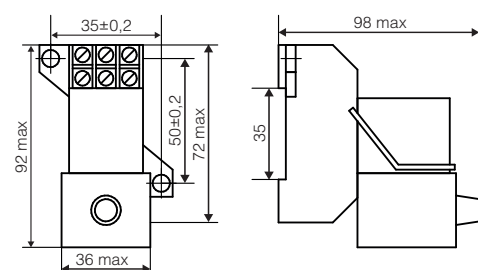

Рисунок 4. Реле с розеткой типа 3А
- с универсальной розеткой типа 3А – крепление на DIN-рейку или с помощью двух винтов М4, с винтовыми зажимами для переднего присоединения проводников (**рис. 4**).